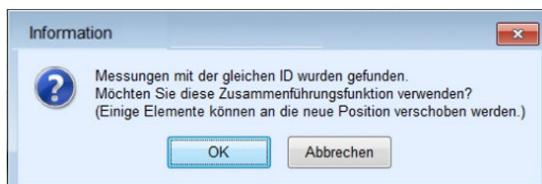

Abbildung 6.6: Infofenster zur Bestätigung der Zusammenführung
- **Gleiche eindeutige ID-Nr. wurden gefunden:** Das Infofenster zur Bestätigung der Datenzusammenführung (**Abbildung 6.6**) erscheint auf dem Bildschirm:
- Der Vorgang beginnt wie oben beschrieben bis zum Bestätigungsschritt der Zusammenführung der Daten (**Abbildung 6.6**).